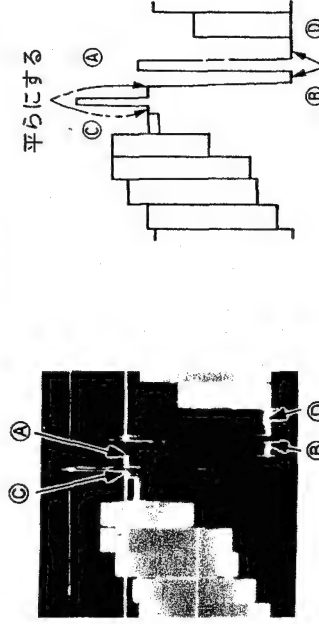

図 3-3
9. BH 基板のS2を0IRE側に切り換え、図3-3のように、BH 基板のRV1で⑥ (0IREレベル) が④ (黒レベル) と重なるように調整する。
10. 図3-3のように、BH 基板のRV3で⑤ (100IREレベル) が⑦ (100%白レベル) と重なるように調整する。